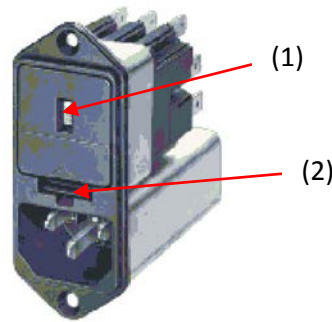

图 5.2：功率输入模块
2. 将小型一字型螺丝刀或类似工具的尖端插入插槽(2)（参见图 5.2），轻轻地撬起熔断器底座上的固定卡头。然后，熔断器底座将会滑出。